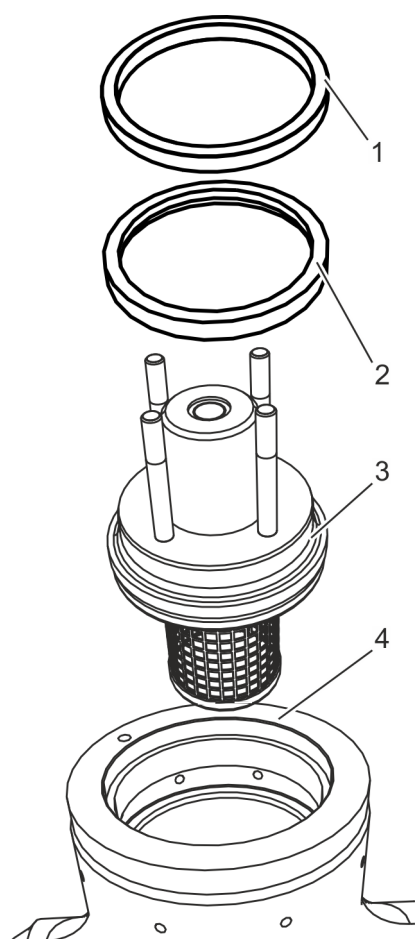

Fig. 20: Colocar la tapa
Coloque la tapa (Fig. 20/3) con el tamiz cilíndrico en el cuerpo de la válvula (Fig. 20/4) con un equipo de elevación adecuado.
12. ▶ Monte la nueva junta anular (Fig. 20/2).
13. ▶ Coloque el anillo de apoyo (Fig. 20/1) sobre la junta anular (Fig. 20/2).